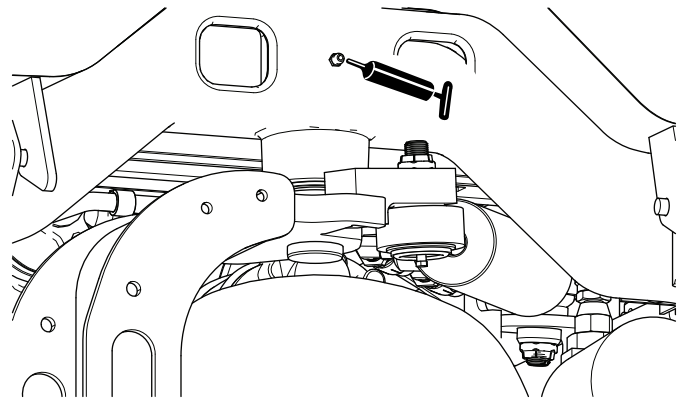

Figure 59
- Pivot de direction (Figure 59)